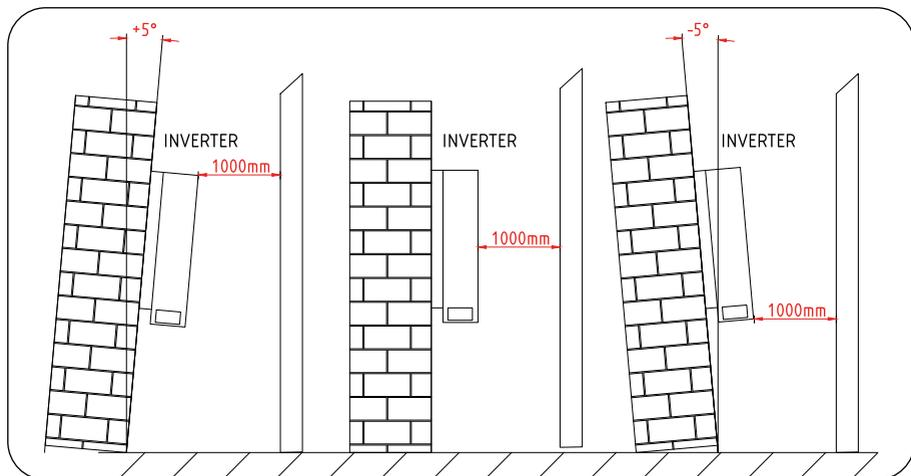
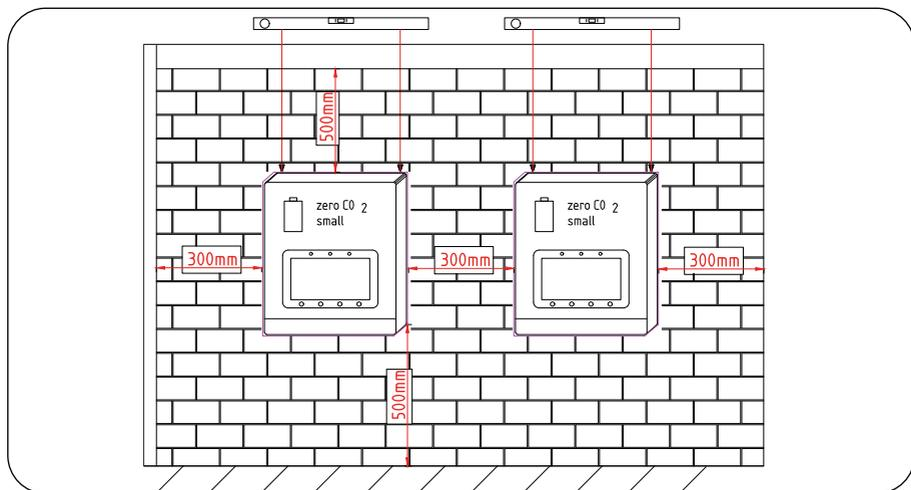

Figura 8 - Spazio di installazione dell'inverter (distanze minime), vista laterale
Figura 9 - Spazio di installazione dell'inverter (distanze minime), vista frontale
- Per evitare il surriscaldamento, assicurarsi sempre che sia presente il flusso d'aria intorno all'inverter. Si deve mantenere una distanza minima di 300 mm tra gli inverter o gli oggetti e di 500 mm tra il fondo della macchina e il suolo (vedi Figura 8 e Figura 9).